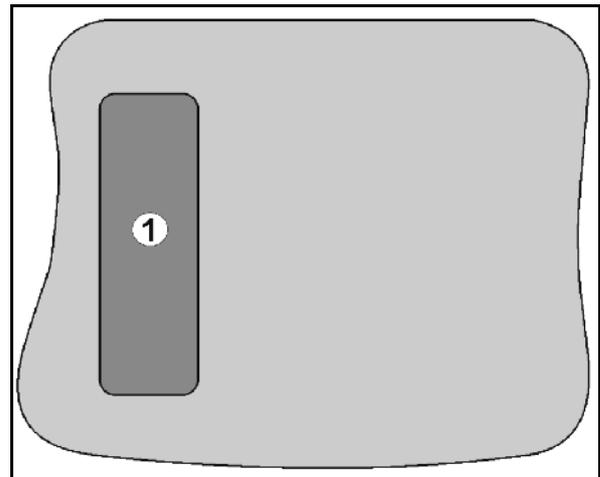

Fig. 11
- Auf der Geräte-Rückseite befindet sich die Shift-Taste  (Fig. 11/1).